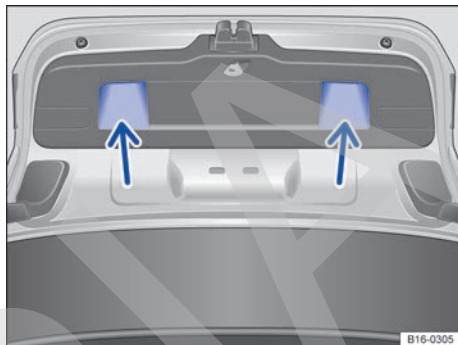

Fig. 59 Portón del maletero abierto: cavidades (flechas) para tirar hacia abajo.
- Agarre el portón del maletero por una de las cavidades de su guarnecido interior → fig. 59 (flechas).